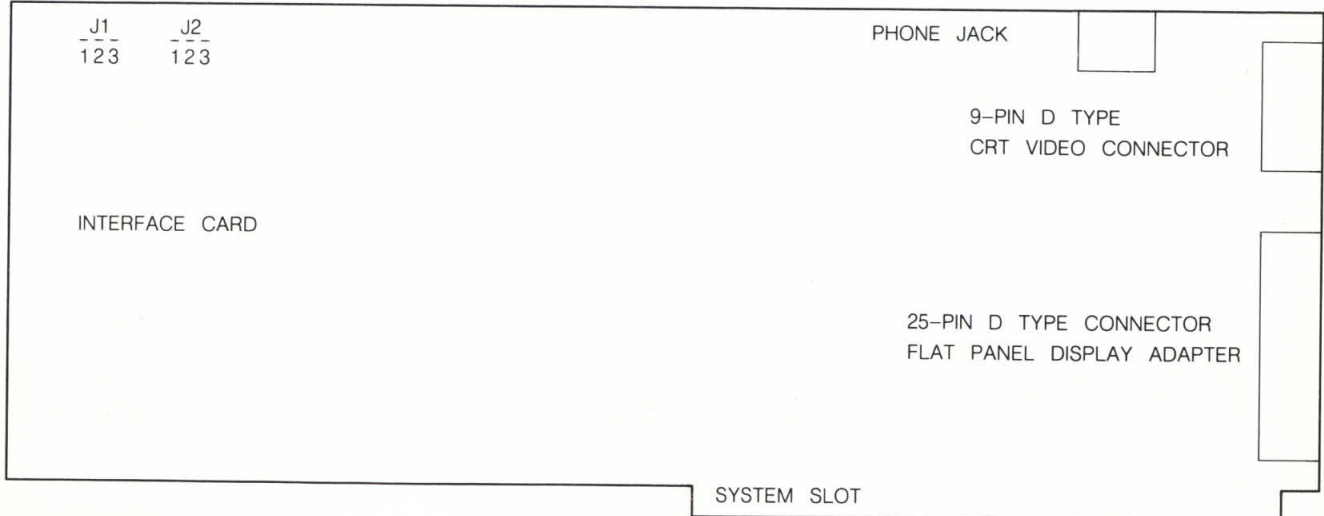

Fig. 1
3. Vérifier si les pontets ("jumpers") J1 et J2 sur la carte interface ont été bien mis (voir fig.1).
4. Tenir la carte interface par ses coins supérieurs et la faire glisser dans l'entaille de système (voir fig.1). S'assurer que la carte interface est bien assise dans l'entaille de système.
3. Verificare se i ponticelli J1 e J2 sulla carta interfaccia sono stati montati bene (vedi fig.1).
4. Tenere la carta interfaccia ai suoi angoli superiori e inserirla nell'incisione del sistema (vedi fig.1). Assicurarsi che la carta interfaccia sia ben sistemata nell'incisione.
- Kontrollieren, ob die Stifte ('jumpers') J1 und J2 auf der Schnittstelle-Printplatte richtig angeordnet sind (siehe Fig. 1)
- Die Schnittstelle-Printplatte an der oberen Ecken fassen und in den Systemschlitz schieben (siehe Fig. 1). Man soll sich davon überzeugen, dass sich die Schnittstelle-Printplatte voll in dem Systemschlitz befindet.